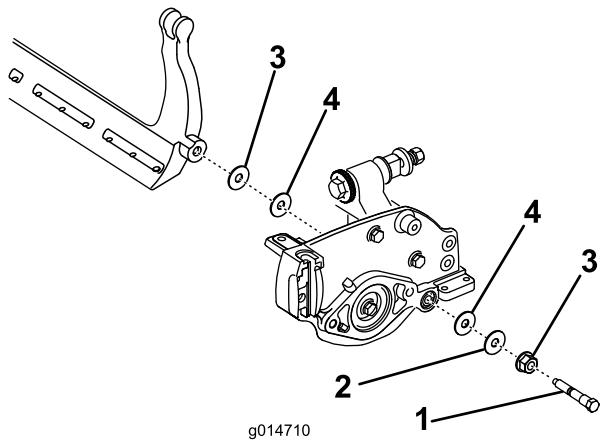

Figura 19
4. Retire cada perno, para poder tirar de la barra hacia abajo y retirarla de la máquina. Guarde las 2 arandelas de nylon y las 2 arandelas de acero troquelado de cada extremo de la barra de asiento (Figura 19).